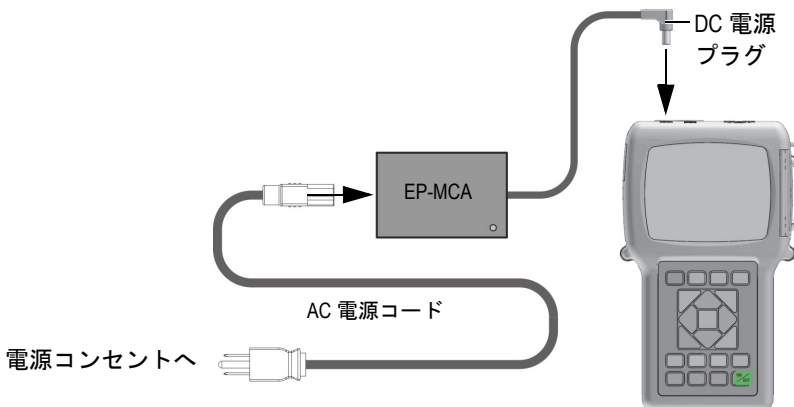

図 2-2 チャージャー / アダプタの接続
1. AC 電源コードをチャージャー / アダプタ (P/N: EP-MCA [U8767042]) と適切な電源コンセントに接続します (38 ページ図 2-2 参照)。